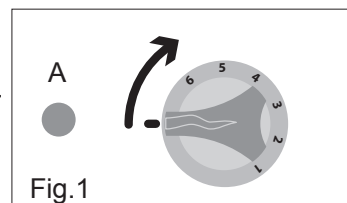

Fig.1
1. Tourner le bouton pour régler la température souhaitée (Fig.1).
2. Le voyant vert s'allume et clignote régulièrement (Fig.1 A).
4. Le voyant vert s'allume et reste fixe durant toute la phase de cuisson (Fig. 1 A)
5. Tourner le bouton en position "Zéro" (Fig. 1 B) pour couper la chauffe.